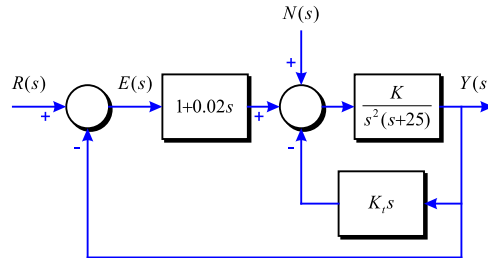

Figura 3-8
**Problema 57** A la Figura 3-8 es mostra el diagrama de blocs d'un sistema de control realimentat. El senyal d'error es defineix com  $e(t) = \mathcal{L}^{-1}[E(s)]$ .